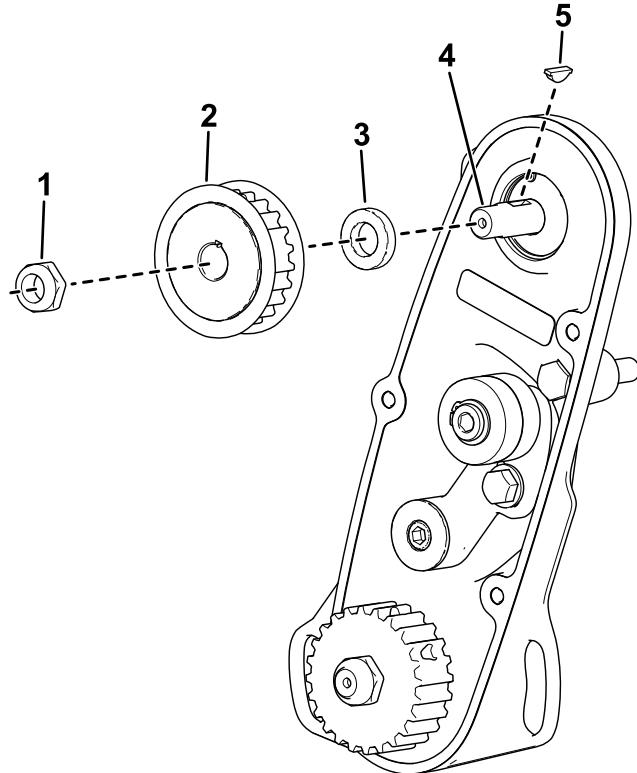

Bild 6
- B. Montieren Sie das Distanzstück (**Bild 6**).
- C. Setzen Sie die Passfeder in die Keilnut der Antriebswelle ein (**Bild 6**).
- D. Installieren Sie die Riemenscheibe (**Bild 6**).
- E. Befestigen Sie die neue Spindelantriebswelle mit der Mutter an der Baugruppe (**Bild 6**).